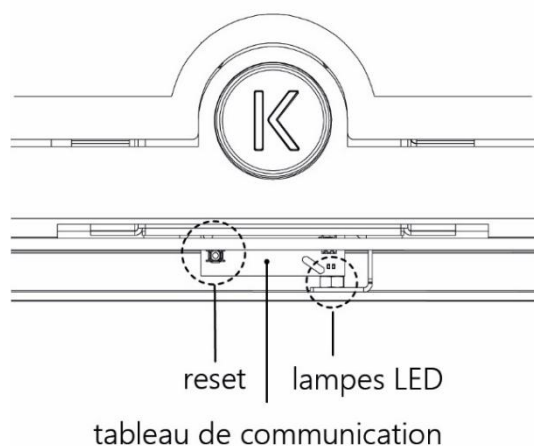

Figure 24 : vue de dessus du tableau de communication
1. Le voyant LED vert du tableau de communication (figure 24) clignote. La télécommande n'est pas appairée avec le foyer.